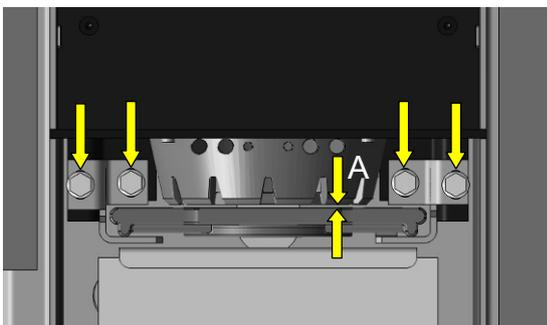

Fig. 80 : distance grille en fonte - pot brûleur
2. Vérifiez la distance verticale (A) entre le pot brûleur et la grille en fonte (Fig. 80). La distance doit être inférieure à 1 mm. Le cas échéant, réglez la fente / distance. À cet effet, desserrez les quatre vis indiquées par les flèches.